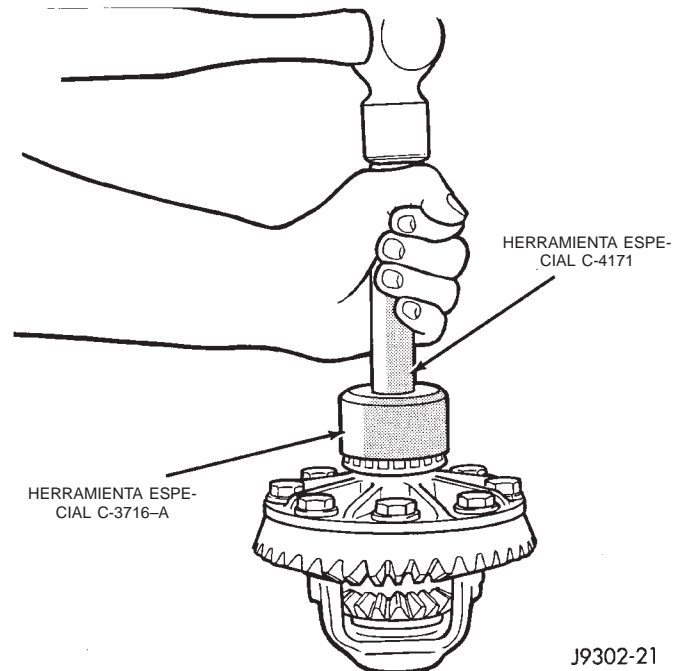

Fig. 41 Instalación del cojinete lateral del diferencial
(2) Con el instalador C-3716-A y el mango C-4171, instale el cojinete lateral del diferencial (Fig. 41).
(3) Instale el diferencial en la caja del eje.